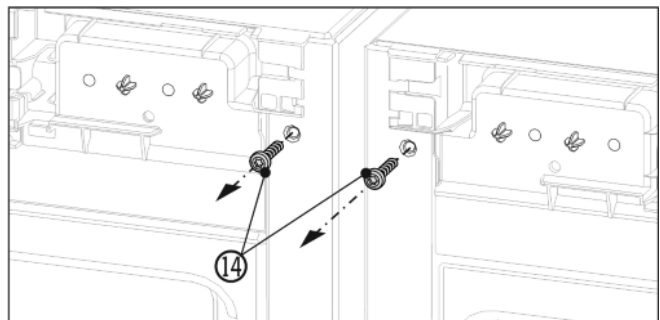

Fig. 6
- ▶ Før den øvre vinkelen monteres, skrues begge jordingskrueene Fig. 6 (14) ut.